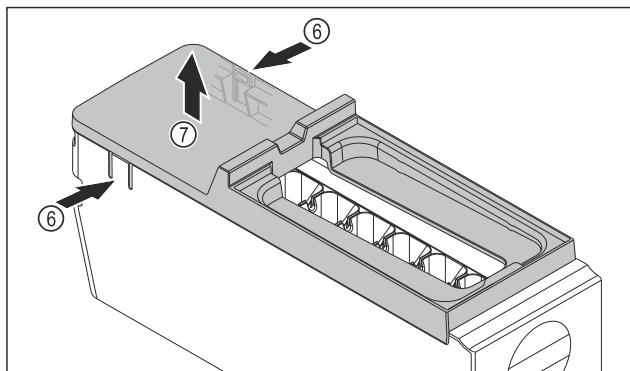

Fig. 178
- Retirer le couvercle du corps de l'EasyTwist-Ice : D'une main, pousser les languettes Fig. 178 (6) des deux côtés du corps de l'EasyTwist-Ice.
- De l'autre main, retirer le couvercle Fig. 178 (7) vers le haut.